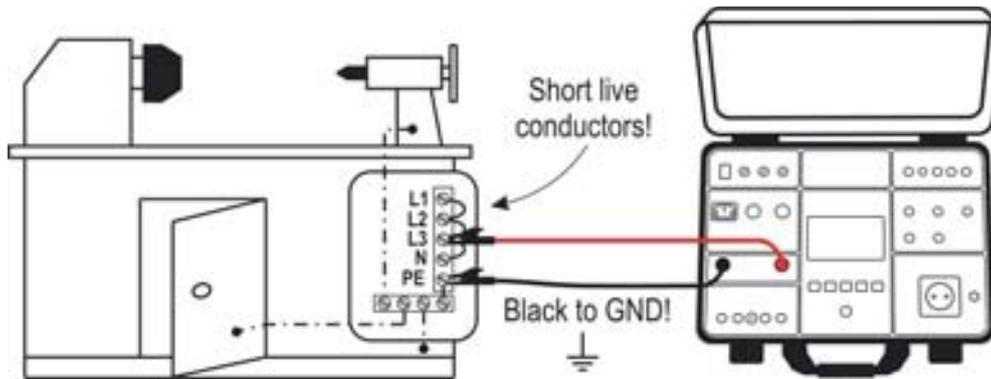

Fig. 33: Conexión de las puntas de prueba en las función  $M\Omega$
6. Conecte las puntas de prueba de acuerdo con la Fig. 33